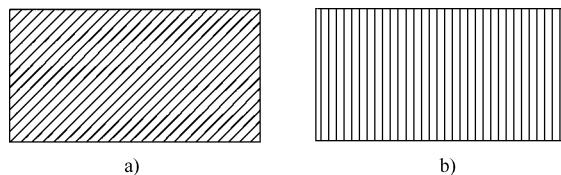

图8-6 填充图案“角度”设置示例
- “图案填充角度”文本框：用于确定填充图案相对当前UCS坐标系统的X轴的角度。角度的默认设置为“0”，拖拉图标右侧的“[”符号可以改变角度。如图8-6所示为ANSI31金属剖面线的“角度”设置示例。